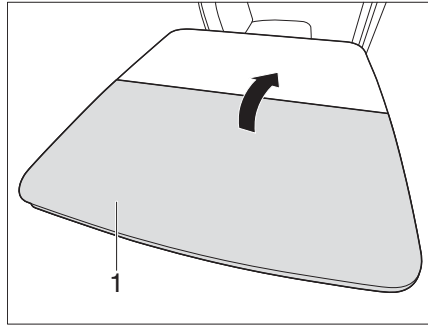

Fig. 104 Rabattre la table pliante
- Rabattre la moitié de table (Fig. 104,1).